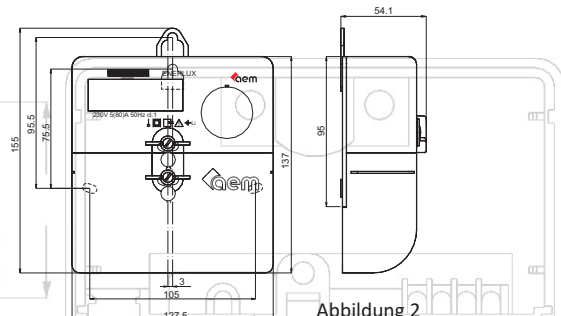

Abbildung 2
- Abmessung: 127x95(155)x54 mm, laut Bild 2
- Abmessungen für die Dreipunktbefestigung: 105x75(95) mm, laut Bild 2